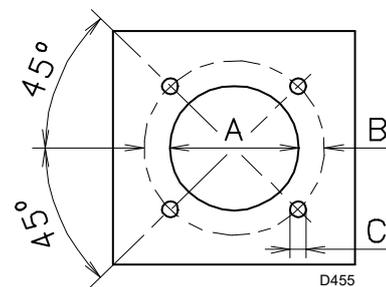

Fig. 11
Percer la plaque de fermeture de la chambre de combustion comme indiqué dans la Fig. 11. La position des trous filetés peut être tracée en utilisant l'écran thermique fourni avec le brûleur.
- Introduire tout le brûleur sur le trou de la chaudière, précédemment prédisposé, comme illustré sur la Fig. 11, et le fixer avec les vis fournies de série.